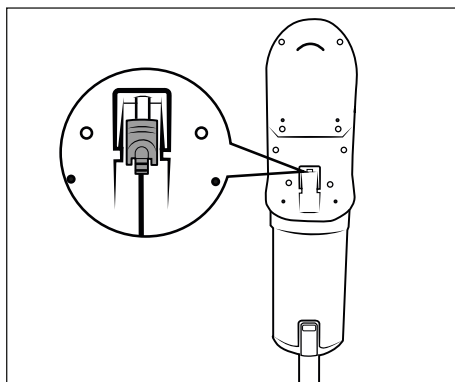

Abb. 8
- ▶ Der Staubsauger kann auch direkt über den Netzadapter **10** geladen werden. Entnehmen Sie dafür den Hohlstecker **11** durch eine leichte Drehung aus der Wandhalterung **18** und stecken Sie ihn in die Ladebuchse **3** am Gerät (siehe Abb. 8).